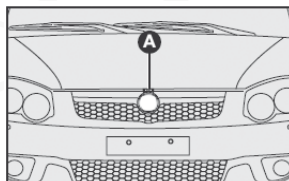

fig. 139
- 2) Mueva el seguro A-fig. 139;